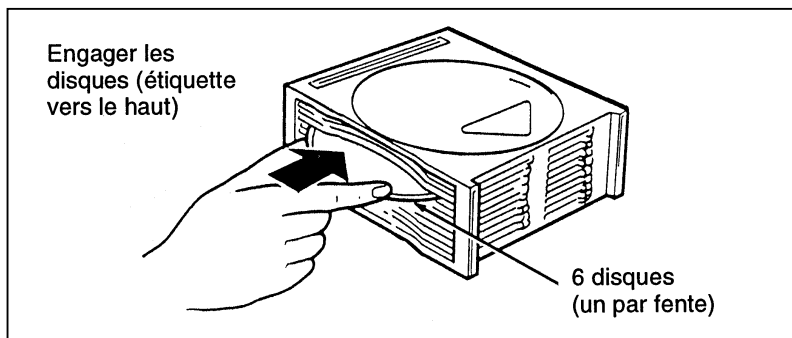

Figure 3
3. Engagez les disques dans les fentes (numérotées de 1 à 6) avec l'étiquette vers le haut, en commençant par la fente du bas qui porte le numéro 1 (figure 3).